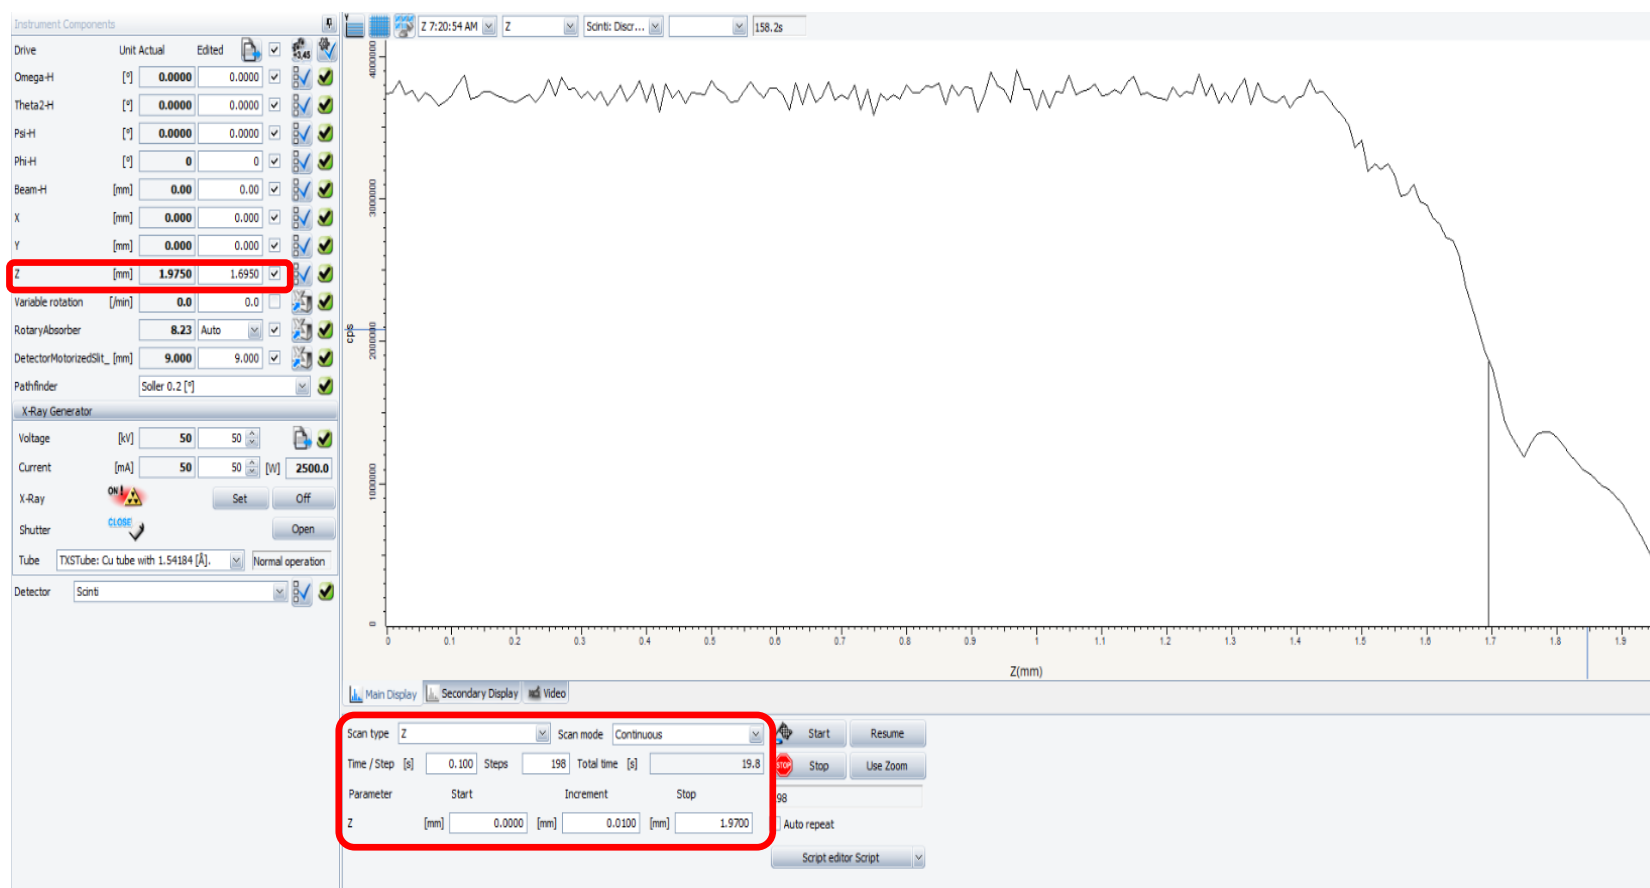

图 6-19 Z scan 扫描
6.9.1.3 扫描参数: Scan type: Z, Scan range: -1.2 ~ 1.9mm, Increment: 0.01 or 0.005mm/step, Time/Step: 0.1s/step, 在 Z 曲线半高处双击此曲线, 自动读取 Z 的准确高度到左列 Z 框中 (图 6-19)。